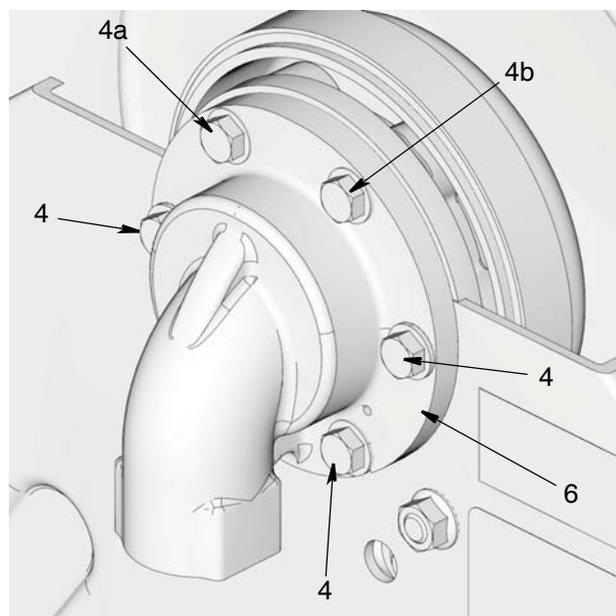

FIG. 3
Para los pasos siguientes, consulte FIG. 3.
3. Retire los pernos (4).
4. Retire y gire la pieza giratoria (6) a la ubicación deseada.
5. Instale primero los 2 pernos superiores (4a y 4b) como se muestra en FIG. 3. Apriete los pernos lo suficiente para sostener todo en su lugar.
6. Luego instale los pernos restantes (4). Ajuste con la mano y luego apriete todos los pernos a 33,9 a 47,45 N.m (25 a 35 pulg.-lb).